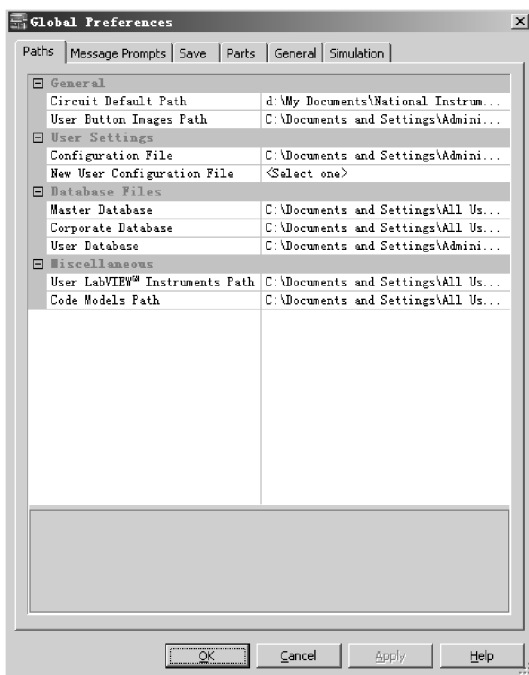

图 4-1 Global Preferences 对话框
执行菜单 Options \ Global Preferences 命令，弹出如图 4-1 所示的 Global Preferences 对话框，在该对话框中有 6 个标签页，基本包括了电路界面的所有设置。需要说明的是，这些设置是对 Multisim 11 界面的整体改变，以后启动即按改变后的界面运行。
(1) Paths 标签页（路径设置）：Paths 标签页如图 4-1 所示。电路图、元器件库等文件的存储位置，系统默认为 Multisim 11 安装目录。该标签页的各项具体功能如下：